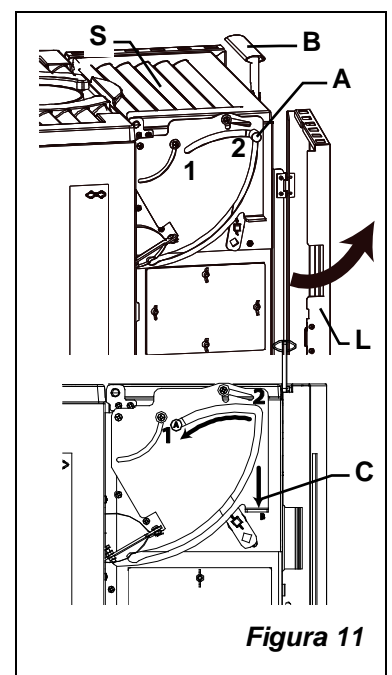

Figura 11
- 1) Aprire lo sportello laterale di accesso agli organi meccanici (L Figura 11);
- 2) Verificare il posizionamento corretto della leva A nella posizione 2 (Figura 11); **ATTENZIONE:** con il pomello spostato verso la parte anteriore della stufa posizione 1, risulterà impossibile aprire il coperchio del serbatoio.
- 3) Sbloccare la maniglia del coperchio serbatoio pellet B Figura 11;
- 4) Aprire il coperchio del serbatoio (S);
- 8) Esercitare una leggera pressione sul punto **C** Figura 11 per permettere il movimento del pomello **A** nel senso indicato dalla freccia (posizione **1**): in questo modo il pellet presente nel vano di raccolta scenderà all'interno del serbatoio;